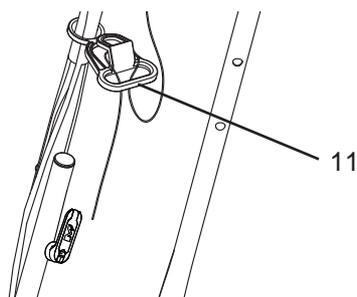

Fig.12
- > Faites une boucle sur le câble et accrochez cette boucle au détendeur de câble [11] (Fig.12). Branchez l'appareil.